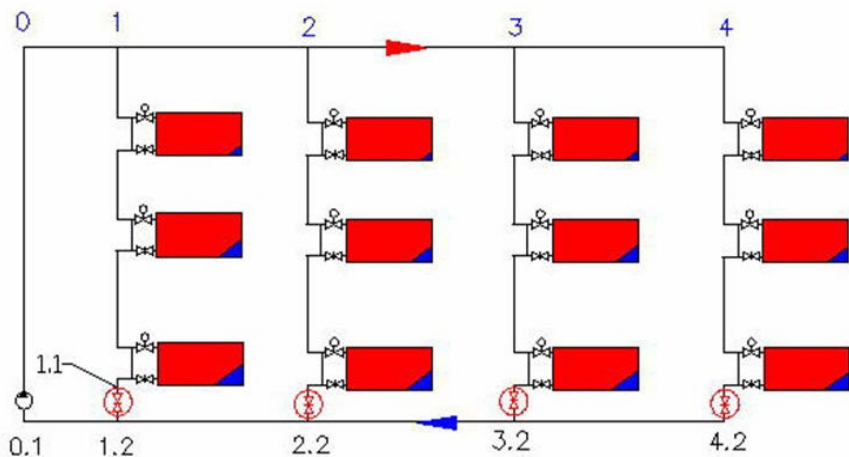

Рис.2 Использование стабилизатора для балансировки стояков системы водяного отопления
1.3. Основная сфера применения стабилизатора - установка на стояках однотрубных систем водяного отопления для предотвращения превышения расчетного расхода при изменении гидравлических характеристик остальных участков системы. Примеры использования стабилизатора приведены на рис. 2...6.